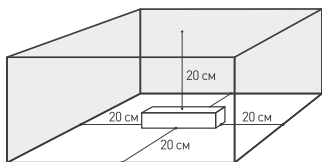

Рис. 1. Свободное пространство вокруг источника
- 4.2. Для естественной вентиляции обеспечьте свободное пространство вокруг источника питания не менее 20 см, как изображено на рис. 1. При невозможности обеспечить свободное пространство используйте принудительную вентиляцию.